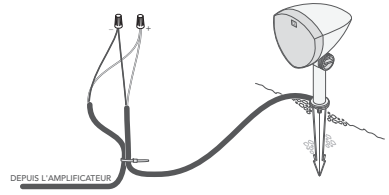

Figure 9
2. En commençant par l'enceinte la plus éloignée de l'amplificateur, dénudez 3/4 po d'isolation sur l'extrémité coupée des câbles pleine terre pour le canal d'amplification approprié, conformément aux tableaux ci-dessous, puis dénudez l'isolation des extrémités des câbles de l'enceinte correspondante (voir la Figure 9).
3. Connectez le câble pleine terre au câble de l'enceinte à l'aide d'un collier de serrage (voir Figure 9).